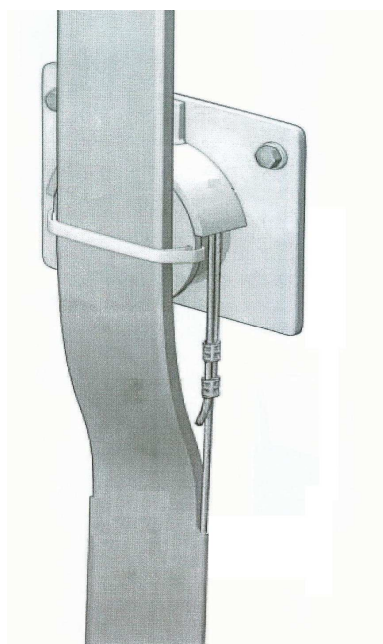

图 3：最后一道固定点示意图
3、井道上方电梯电缆的固定长度应按规范要求进行。最后一个固定点，应将电梯电缆中的钢丝从电缆中剥离开进行独立固定，同时应保持电缆的平衡性，如图 3 所示。